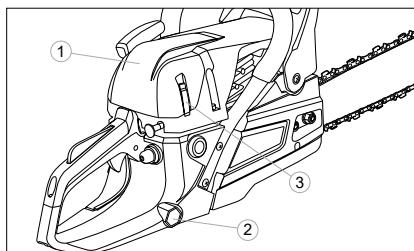

Fig. 24
1. Al desabrochar los bloqueos 3 retire la tapa del filtrador de aire 1 (fig.24) utilizando un destornillador en la llave 2.